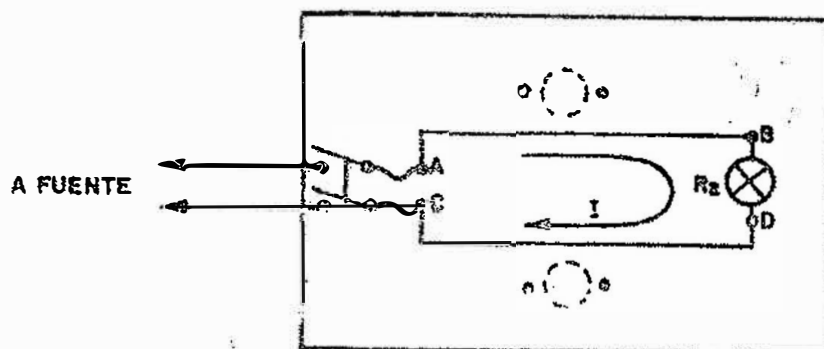

FIGURA 1.
1. Tome el tablero para montajes de circuitos serie. Proceda a conectar el receptor R2 que puede ser un bombillo de 60W, 110-150V como se muestra en la figura 1.